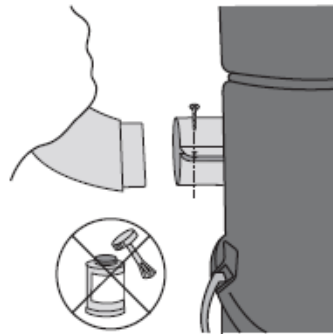

Figura 3.16 Junta silenciador
A diferença das demais juntas de encanamento, não se cola permanentemente o último junto a sua unidade (Figura 3.16)
- contratoma com curva do cotovelo de saída anti-entupimento (plástico). (Figura 3.16)